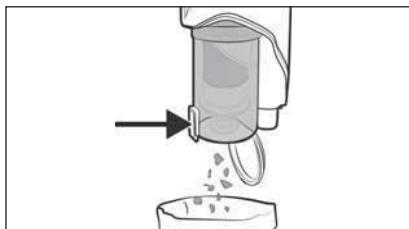

Fig. 18
- 1) Sostenga el depósito de polvo 7 sobre el cubo de la basura y pulse el botón de desencastre de la tapa del depósito de polvo 8. Tras esto, se abre la tapa del depósito de polvo 9 y el contenido cae al cubo de la basura (consulte la fig. 18). A continuación, cierre la tapa del depósito de polvo 9.